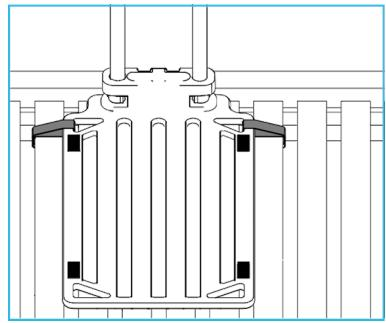

Abbildung 7
3.2g Wiederholen Sie den Vorgang für den zweiten Gurt an der Unterseite des Bettthebelplatte (siehe Abb. 7).